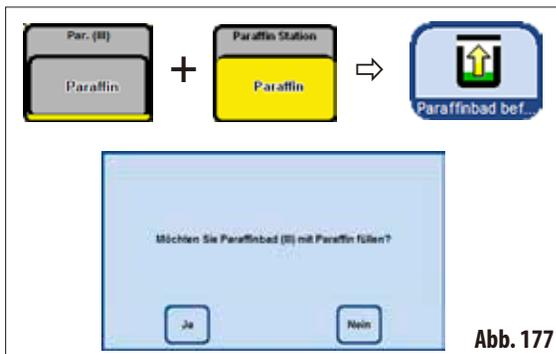

Abb. 177
- Die Abfrage (Abb. 177) mit **JA** bestätigen.